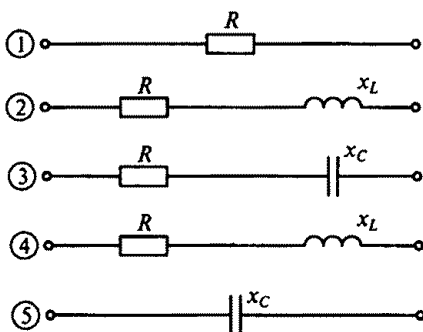

Рис. 102
3.58. В какой из пяти схем, представленных на рис. 102, напряжение и ток потребителя выражаются соответственно функциями $u = 112 \sin(\omega t - 11^\circ 30')$, $i = 2,8 \sin(\omega t - 48^\circ 20')$, и каковы параметры этой схемы?